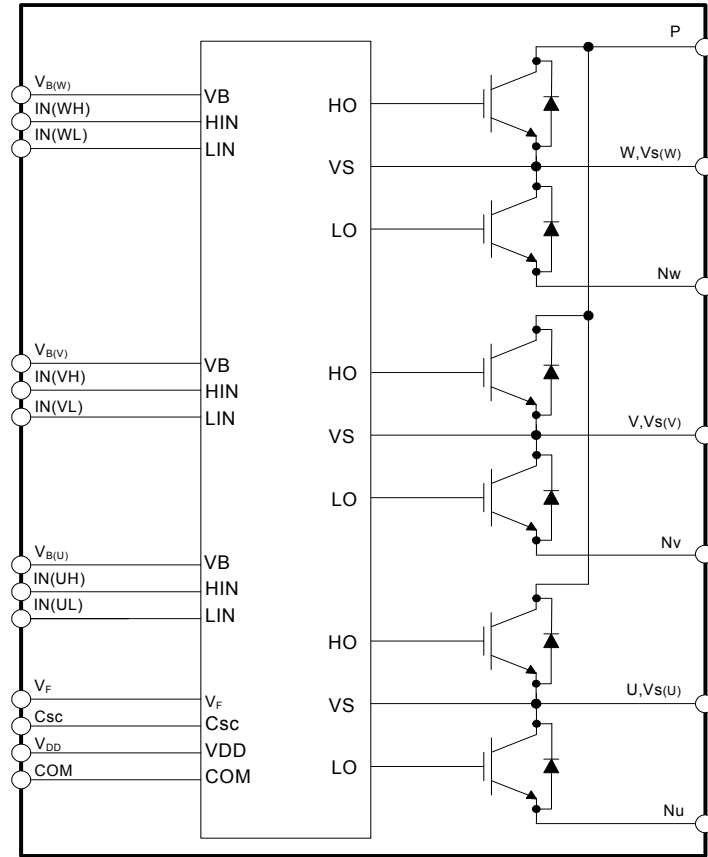

图 3. 内部框图
- 600 V - 5 A IGBT 逆变器，适用于三相 DC / AC 功率转换（请参阅图 3）